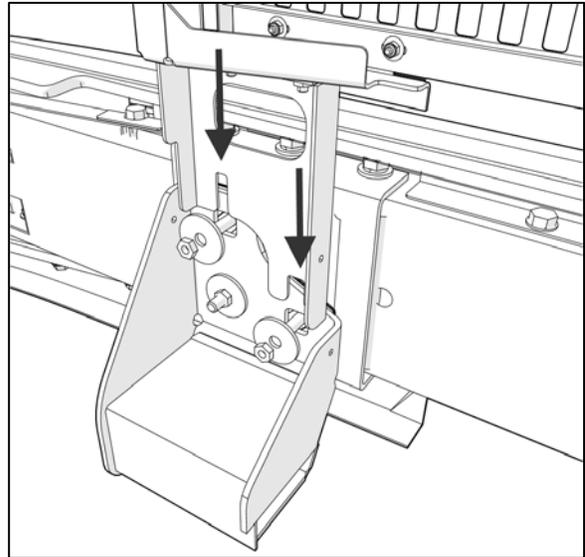

FIGURE 8
8. Glisser les deux supports derrière les écrous et les rondelles plates (Figure 8).